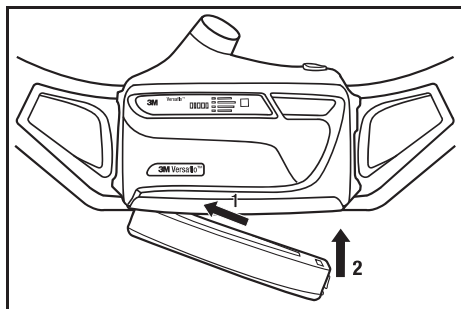

Fig. 8 Instalación de la batería
Para instalar una batería cargada, sostenga la unidad de modo que la cubierta del filtro quede mirando hacia usted (Fig. 8).
4. Enganche el extremo abisagrado de la batería en su soporte en la parte inferior de la unidad (Fig. 8, paso 1).
5. Empuje el lado del sujetador de la batería en el motor/ventilador hasta que el sujetador quede bien enganchado y se escuche un clic (Fig. 8, paso 2).